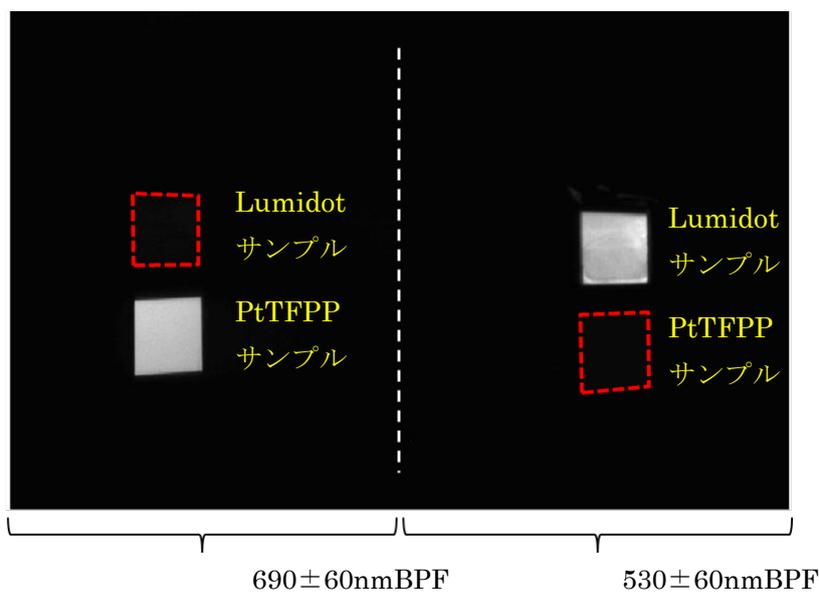

図 2: ステレオビューアによる発光の分離検出
②Lumidot (CdSe/ZnS) 0.5mg /トルエン 1mL
③PtTFPP 0.1mg + Lumidot 0.5mg /トルエン 1mL
①~③の溶液に TLC プレートに 30min 浸漬した後、乾燥させることで、
①PtTFPP 及び②Lumidot 単独のサンプル、
③PtTFPP と Lumidot の混合型複合センサのサンプルを作製
①, ②:ステレオビューアでの発光の分離の確認に使用 (図 2)